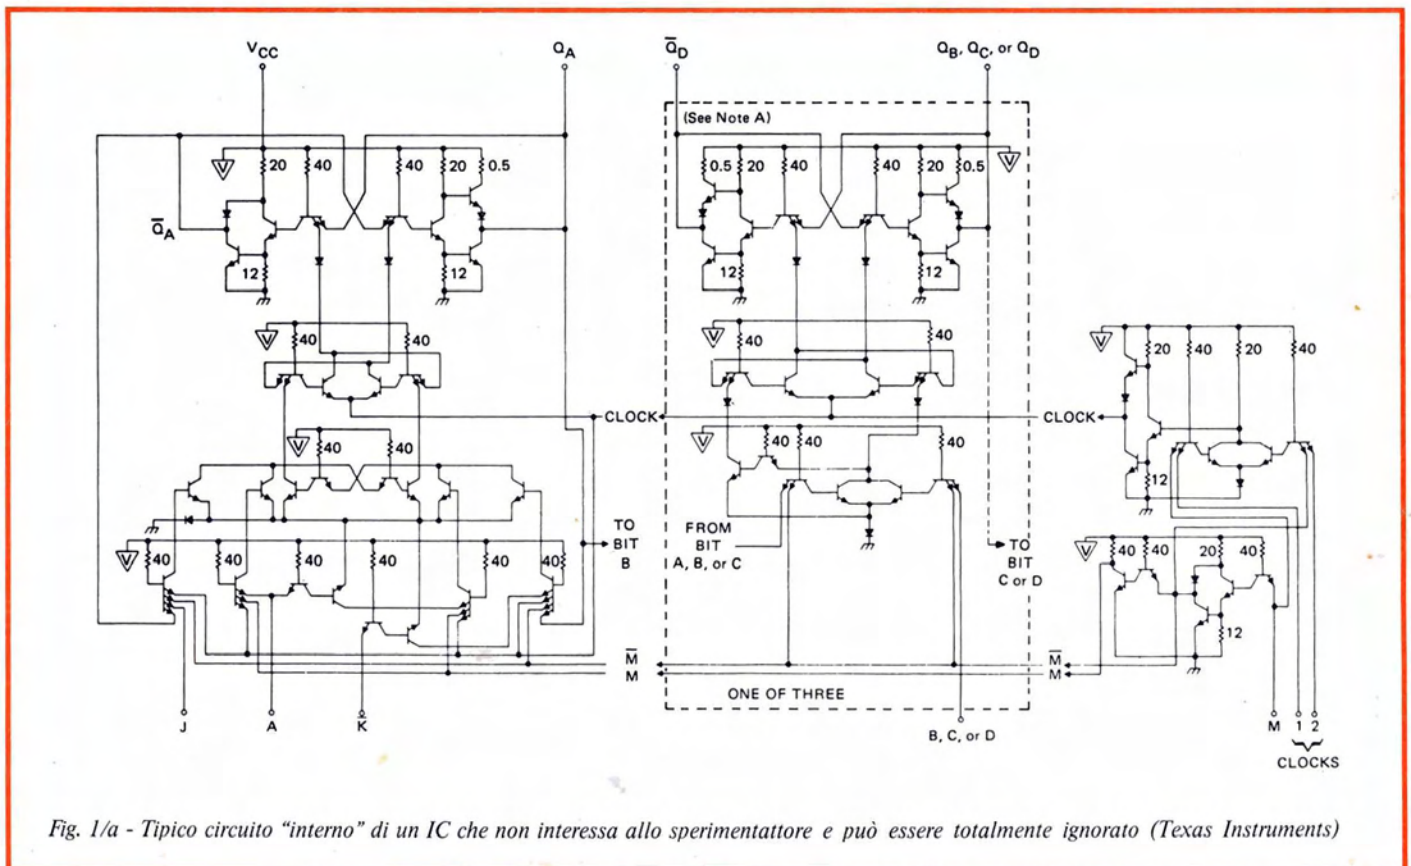

Fig. 1/a - Tipico circuito "interno" di un IC che non interessa allo sperimentatore e può essere totalmente ignorato (Texas Instruments)
Fig. 1/b - Altro tipo di tavola della verità. Le uscite sono indicate come "H" (HIGH = ALTO) equivalente allo stato "1", ed "L" (LOW = BASSO) equivalente allo stato "0". (Texas Instruments).
Il motivo di interesse, è la "tavola della verità" (truth table) che ogni costruttore allega all'IC. Questa "tavola", in pratica, dice "cosa succede" all'uscita del dispositivo se all'ingresso si applica una tensione. Genericamente dicendo, all'uscita vi può essere un valore di tensione eguale (pressoché uguale) a quella di alimentazione; oppure nulla, nessuna tensione. Il primo stato lo si usa definire ON (1) il secondo OFF (0): fig. 1/b.